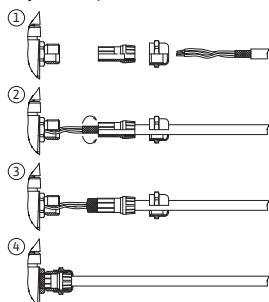

Fig. 27: Suojalevy
Suojaus yhdistetään kaapeliläpivientiin elektroniikkamoduulissa. Katso Fig. 27.
Digitaalisen tulon, analogisten tulojen ja väläkkönnin kaapelit tulee suojata kaapeliläpiviennin (Fig. 19, pos. 4, 5 ja 6) metallisen kaapelin holkkitiivisteiden kautta. Suojaus, katso Fig. 27.